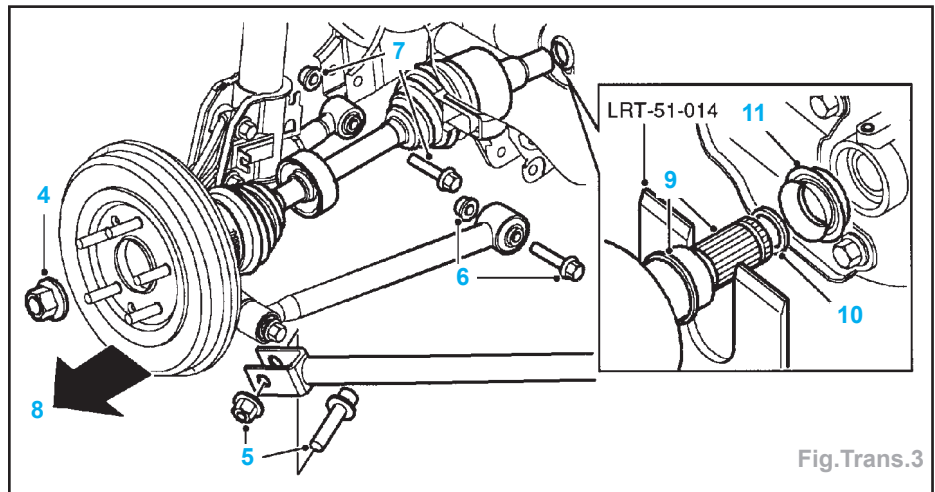

Fig.Trans.3
- Un aide appuyant sur la pédale de frein, enlever l'écrou d'arbre de roue (4) et le jeter (Fig.Trans.3).
- Enlever l'écrou et le boulon (5) maintenant le bras oscillant sur le moyeu arrière.
- Enlever l'écrou et le boulon (6) maintenant la biellette transversale fixe sur le faux-châssis.
- Enlever l'écrou et le boulon (7) maintenant la biellette transversale réglable sur le faux-châssis.
- Avec un aide, tirer le moyeu vers l'extérieur (8) et dégager le joint extérieur d'arbre de roue du moyeu.
- En prenant soin de ne pas endommager le déflecteur, dégager le joint intérieur (9) d'arbre de roue du différentiel à l'aide de l'outil LRT-51-014 et déposer l'arbre de roue.
- Enlever le circlip d'arbre de roue (10) et le jeter.
- Examiner le joint d'huile (11) du différentiel et le remplacer s'il est usé ou endommagé.